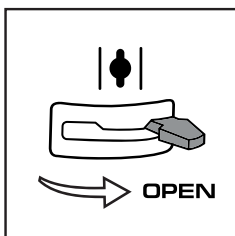

Рис. 21
9. После запуска двигателя дождитесь прогрева двигателя в течение 15-30 секунд. После этого переведите воздушную заслонку в открытое положение (крайнее правое положение ручки) (Рис. 21).